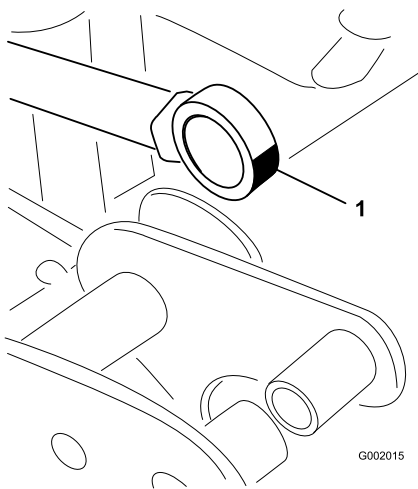

图37
5. 操纵提升器杆轴承端、将润滑脂涂在轴承中图37。擦掉多余的润滑脂。